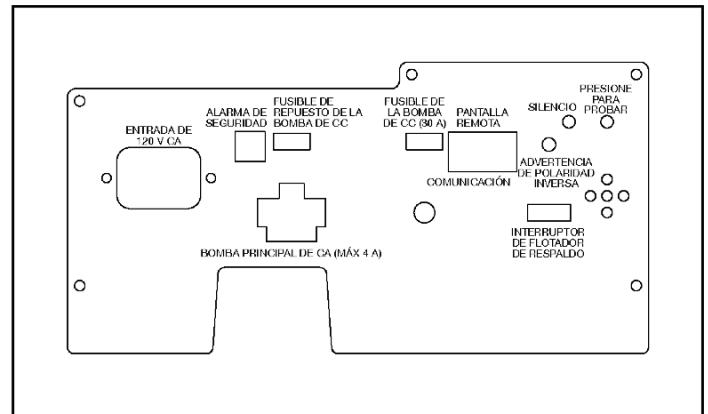

Figura 4
3. Enchufe el conector de la bomba de CC a la salida de CC (como se muestra en la Figura 4), asegúrese de que los cerrojos estén cerrados. La conexión de CC está debajo de la tapa.
5. Enchufe el conector de la bomba de CA en la salida de CA de la tapa de la batería (como se muestra en la Figura 4), asegúrese de que el enchufe esté completamente conectado.
6. Enchufe el cable de la línea de CA en la entrada de la línea de CA (como se muestra en la Figura 4). Asegúrese de que esté completamente conectado.
7. Enchufe el conector modular de la pantalla remota opcional en cualquier tomacorriente (como se muestra en la Figura 4), la pantalla remota encenderá momentáneamente todos los LED, luego regresará al estado predeterminado con el LED de pérdida de energía de CA (rojo) parpadeando.
8. Conecte el conector de 3 posiciones del interruptor de flotador doble en su conector de acoplamiento (como se muestra en la Figura 4).
10. Conecte los cables del sistema de seguridad al conector de la tapa de la batería. (Como se muestra en la figura 4).